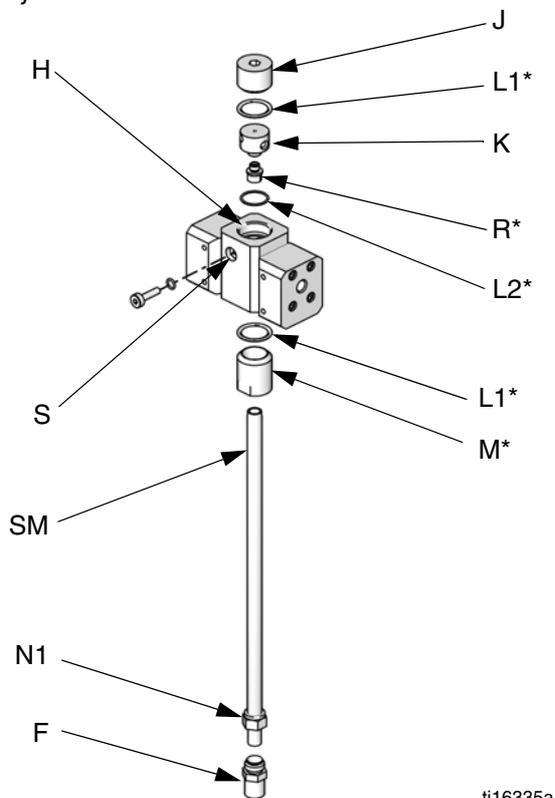

FIG. 8. Installation du kit d'injection 15U955
2. Desserrez l'écrou du mélangeur statique (N1). Retirez et conservez le mélangeur statique (MS).
3. Desserrez les écrous du tube en U (N2 et N3). Débarrassez-vous du tube en U (C) et du raccord du mélangeur statique (D).
4. Retirez et conservez le raccord 1/4 npt(m) (F). Retirez puis jetez l'intégrateur (G).
5. Consultez la FIG. 8. Retirez les pièces restantes du logement du restricteur (H). Maintenez le bouchon (J) et l'embase (K). Jetez tous les joints toriques usagés.
6. Faites pivoter le logement du restricteur (H) à 180° de façon à ce que la vis (S) soit positionnée en haut à gauche, comme illustré sur la FIG. 8. Retirez et conservez les deux vis (S). La position de ces vis sera inversée lors du réassemblage.
7. Installez un joint torique plus grand (L1*) dans le carter (H). Vissez le bouchon d'injection (M*) dans le logement.
8. Déterminez le débit souhaité pour votre application. Déterminez la taille de restricteur adaptée au débit et au rapport sélectionnés à l'aide des **Graphiques de choix des sélecteurs de dosage dynamique** aux pages 61-65. Installez le restricteur (R*) dans l'embase (K).
9. Assemblez le plus petit joint torique (L2*), le restricteur (R*) et l'embase (K), un plus grand joint torique (L1*), et le bouchon (J) comme illustré.
10. Installez les deux vis de fixation. Installez la longue vis de fixation (S) à l'avant du logement, pour en faciliter l'accès.